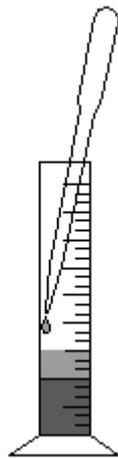

Figura 1
5. Con la pipeta toma 2 mL de la sustancia que le sigue en densidad y, **CON MUCHO CUIDADO**, introduce la pipeta lo más cerca posible de la superficie del líquido más denso. Resbala el líquido que tienes dentro de la pipeta por las paredes de la probeta, para verterlo sobre el de mayor densidad (Figura 1).